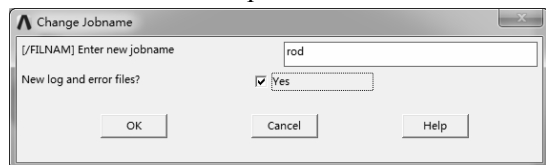

图 7-112 “Change Jobname”对话框
1) 选择“Utility Menu>File>Change Jobname”命令, 弹出“Change Jobname”对话框, 修改工程名称为“rod”, 如图 7-112 所示。单击“OK”按钮完成修改。